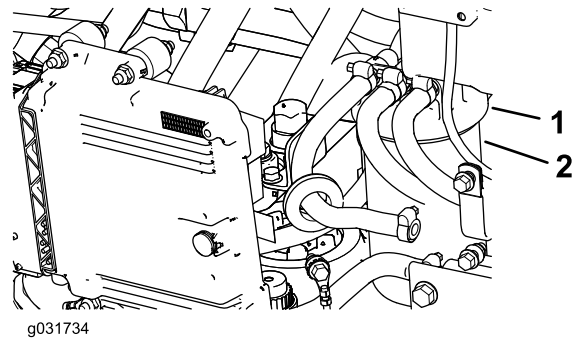

Figure 68
1. Nettoyez la surface autour de la tête du filtre à carburant (Figure 68).
2. Déposez le filtre et nettoyez la surface de montage de la tête du filtre (Figure 68).